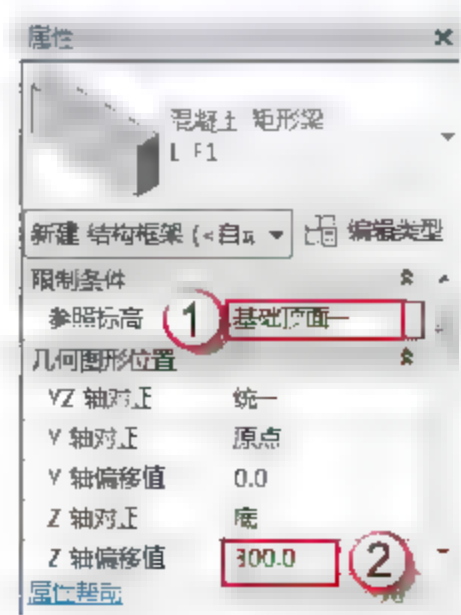
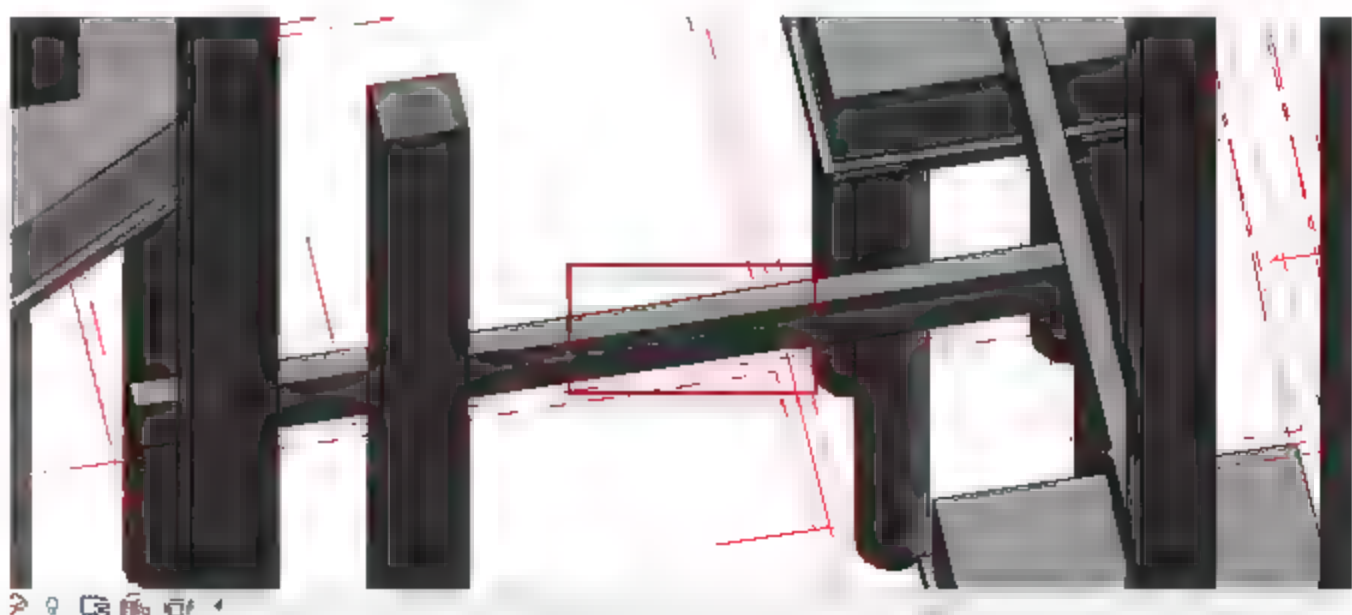

图 3.1.68 设置 Z 轴偏移值
图 3.1.69 绘制 L-F1
(17) 绘制 L-F1。选择“结构”→“梁”命令，在“属性”面板中调整参数标高（基础顶面），Z 轴偏移值 300 个单位，如图 3.1.68 所示。找到 L-F1 的位置从一侧向另一侧绘制，如图 3.1.69 所示。